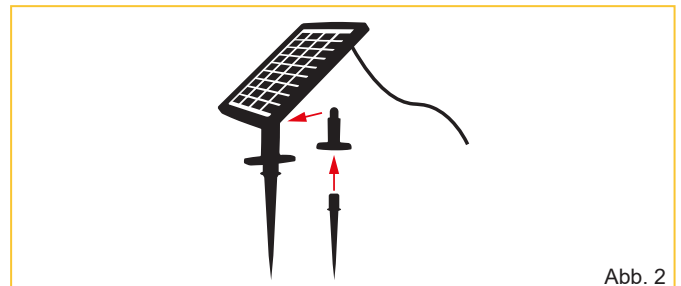

Abb. 2
- Montieren Sie den Erdspeiß oder die Wandhalterung am Solarpanel (siehe Abbildung 2).